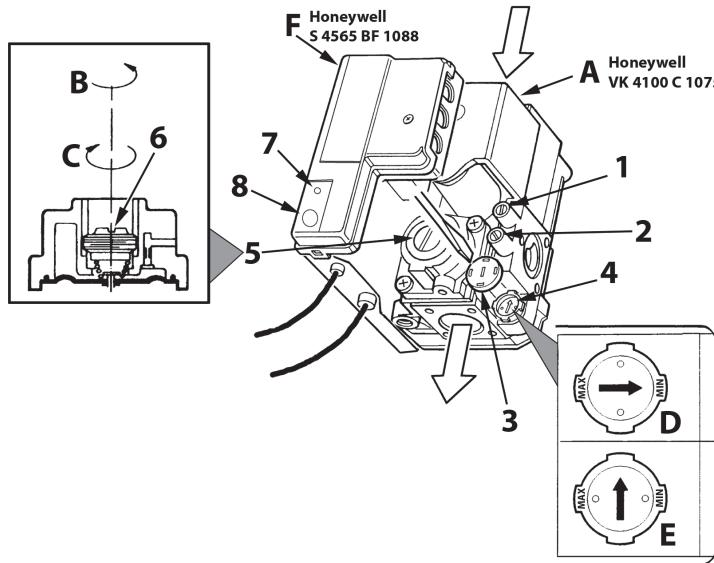

рис. 3 - Регулирование давления
Подключите манометр к штуцеру отбора давления 2 (рис. 3), расположенному после газового клапана, затем переведите ручку терmostата котла (поз. 5 - рис. 1) на максимум.
Сняв защитную пробку 5 (рис. 3), регулируйте давление газа с помощью винта 6 на желаемое значение (см. таблицу технических данных и диаграммы изменения мощности, приведенных в сар. 5).
- Снимите с газового вентиля маленький защитный колпачок 3 (рис. 3). С помощью маленькой отвертки отрегулируйте "СТУПЕНЬ" розжига на основании выбранного для работы газа (G20-G25 Положение D рис. 3 или G30-G31 Положение E рис. 3); установите защитный колпачок на место.